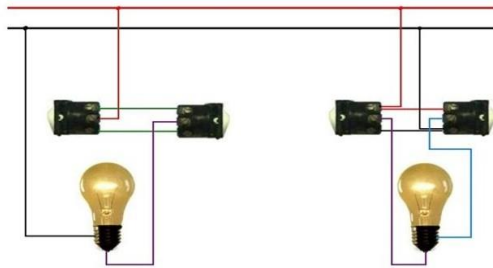

图 3.2 双联开关控制电路的两种接法
2. 双联开关控制电路如图 3.2 所示，两三线开关控制一盏灯。